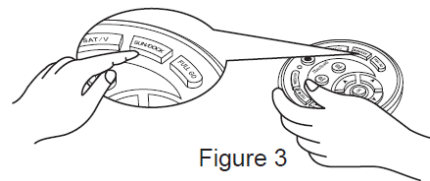

Figure 3
4. Drücken DOCKING auf der Fernbedienung, wenn Sie möchten, dass der Reiniger an der Docking Station aufgeladen wird. Der Reiniger wird die Station suchen und sich aufladen. (Siehe Abbildung 3)